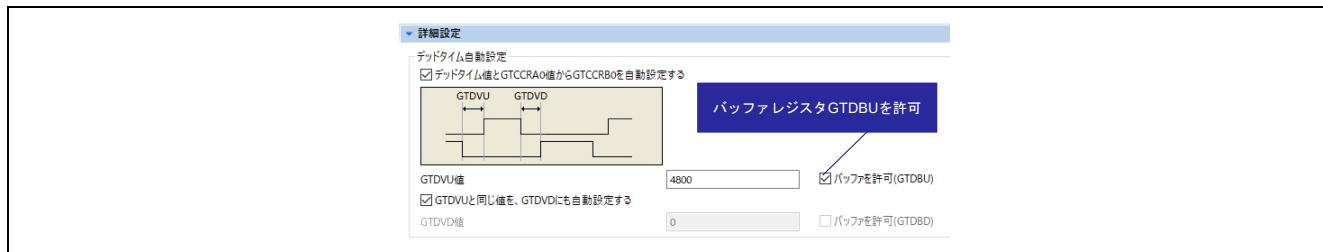

図 4-77 スマート・コンフィグレータのデッドタイム自動設定
GTCNT カウンタのアンダフロー割り込み (GTCIU0) で GTDBU の値を書き換えます (図 4-77 ①)。 GTDBU の値は GTCNT カウンタのアンダフロー発生時 (谷) に、デッドタイム設定レジスタ GTDVU へ転送 (図 4-77 ②) され、更新後のデッドタイム期間を確保した波形が出力されます (図 4-77 ③)。
3 周期目は 1 周期目の終わりに書き換えた GTDBU の値が GTDVU へ転送 (図 4-77 ④) されます。
4 周期目のデッドタイム設定は逆相の前側の変化ポイントがデッドタイムエラー (GTCCRRA-GTDVU<0) となるため、変化ポイントが補正された正相と逆相の波形が出力されます (図 4-77 ⑤)。